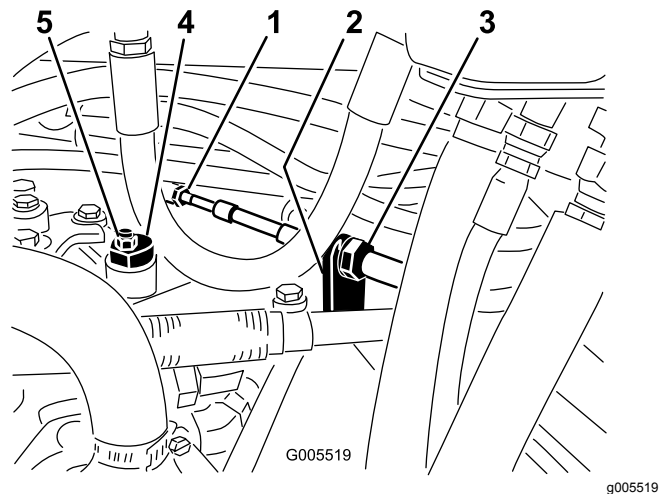

Figura 53
A. Afloje las dos contratuercas que fijan el cable de control de tracción a la escuadra del hidrostato (Figura 53). Asegúrese de aflojar ambas contratuercas uniformemente, y lo suficiente como para permitir el ajuste.
Nota: Afloje la tuerca que sujeta el excéntrico a la parte superior del hidrostato (Figura 53).
- C. Gire el excéntrico hasta que no haya movimiento en ningún sentido. Cuando la rueda deje de girar, apriete la tuerca para bloquear el excéntrico y el ajuste (Figura 53). Compruebe el ajuste con el acelerador en las posiciones Lento y Rápido.
- D. Desde cada lado de la escuadra, apriete las contratuercas uniformemente, fijando el cable de tracción a la escuadra (Figura 53). No tuerza el cable.